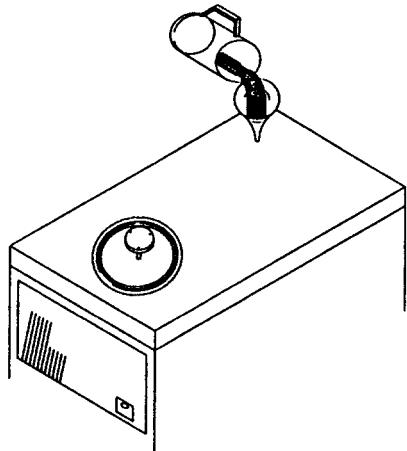

Fig. 8
11. Verser précautionneusement la solution détartrante dans l'orifice de remplissage à l'aide de l'entonnoir fourni en accessoire (voir fig. 8).